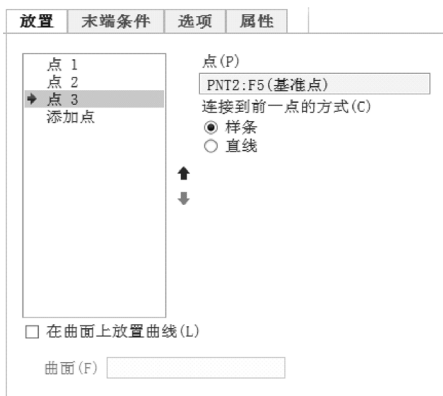

图 3-59 “放置”面板
- “放置”面板：该面板如图 3-59 所示，包括点集列表、“点”收集器、“连接到前一点的方式”选项组、“在曲面上放置曲线”复选框和“曲面”收集器等。点集列表定义一组用于定义曲线的点集。所谓点集是指一个点及其设置，而在该列表中选择某个点时，会显示该点的收集器及其设置。点集列表中的“添加点”选项用于将新点集添加到点列表中。位于点集列表右侧的 （向上排序）按钮用于将点列表中的选定项向上重新排序，（向下排序）按钮用于将点列表中的选定项向下重新排序。“点”收集器将点、顶点、曲线端点或特征（如一个包含多个点的基准点特征）显示为参考以放置曲线。“连接到前一点的方式”选项组提供了“样条”单选按钮和“直线”单选按钮。前者使用样条将当前选定项与前一个点相连，后者使用直线将当前选定项与前一个点相连。当选中“在曲面上放置曲线”复选框时，将整条曲线强制放置在选定曲面上。